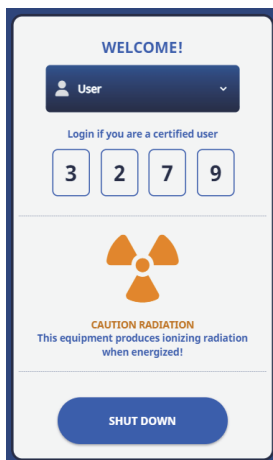

图 3-13 欢迎屏幕
3. 在欢迎屏幕上，敲击**SHUT DOWN**（关闭）（参见第70页的图 3-13）。
2. 在欢迎屏幕上，敲击**SHUT DOWN**（关闭）（参见第70页的图 3-13）。